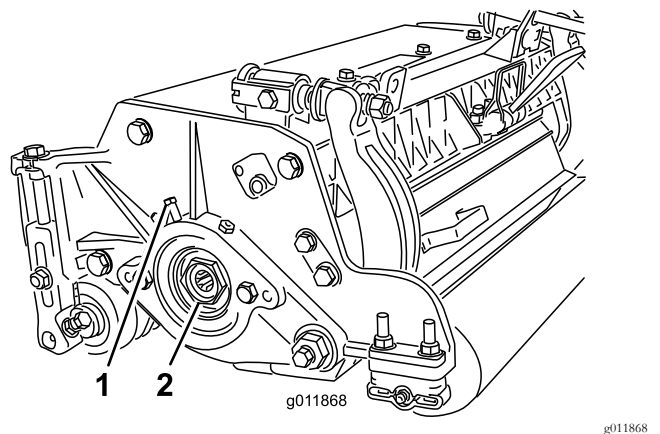

图25
A. 松开将轴承调节螺母固定至滚刀组左侧轴承座上的外部固定螺丝 图25。